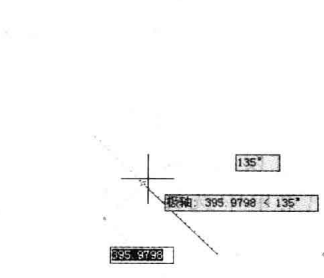

图 1-11 极轴追踪精确定位
- 极轴：在用户绘图的过程中，系统将根据用户的设定，显示一条跟踪线（也称橡皮筋），在跟踪线上可以移动光标进行精确绘图。系统的默认极轴为 0° 、 90° 、 180° 、 270° ，用户可以通过“草图设置”对话框中的“极轴追踪”选项卡，修改或增加极轴的角度或数量，也可以用鼠标右键单击该按钮后选择追踪角度。打开极轴追踪绘图时，当光标移到极轴附近时，系统将显示极轴，并显示光标当前的方位，如图 1-11 所示。触发该开关，在命令行上会显示“<极轴 开>”或“<极轴 关>”的提示信息。